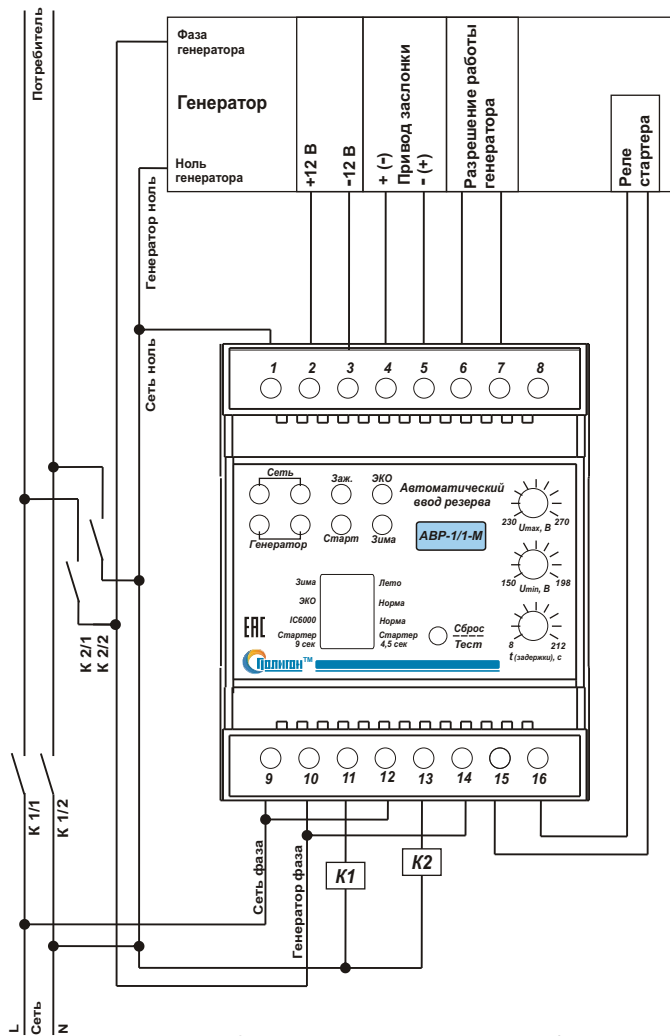

Рис.2. Схема подключения «АВР-1/1-М»
4.2. Установить блок в электрощите и произвести подключение контролируемой сети и выхода генератора, цепей управления и сигнализации согласно таблице и рис. 2, N - нейтраль (общая для основного и резервного вводов).